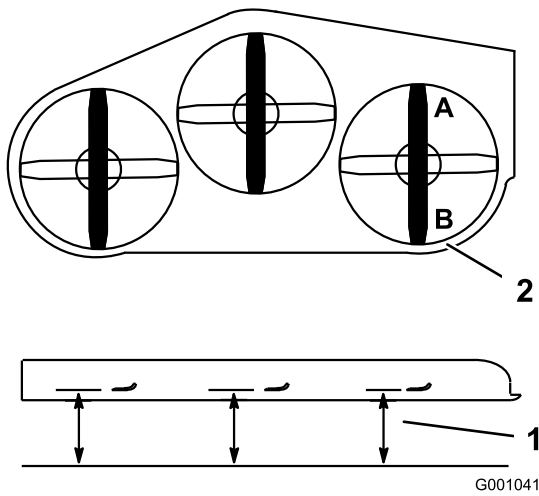
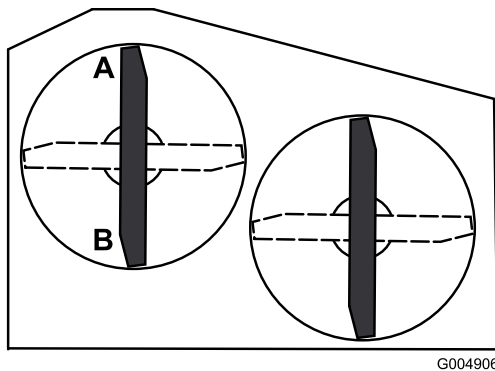

Figure 70
Figure 71
- Tournez une lame dans le sens longitudinal. Mesurez la distance aux points **A** et **B** entre une surface plane et le bord coupant des pointes des lames (Figure 70 ou Figure 71). Pour les tabliers de coupe de 36 pouces, reportez-vous à la Figure 71.
4. Tournez les lames dans le sens longitudinal. Mesurez la distance aux points **C** et **D** (Figure 70) entre une surface plane et le bord coupant des lames.